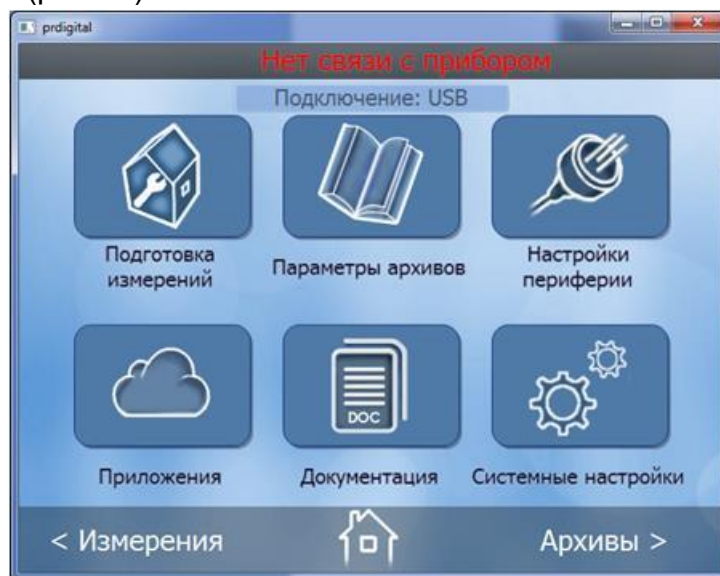

Рис.11. Индикация на ПК при отсутствии связи с расходомером.
3.4.8. В случае пропадания связи с ПК (обрыв кабеля, плохой контакт в разъеме), на мониторе ПК в строке состояния программы появляется плавающая надпись красным цветом «Нет связи с прибором» (рис.11).